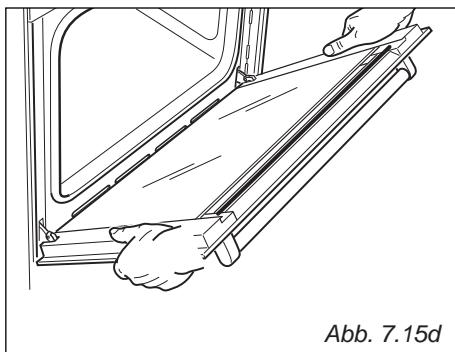

Abb. 7.15d
- Die Tür wie in der Abbildung 7.15d gezeigt, fassen.